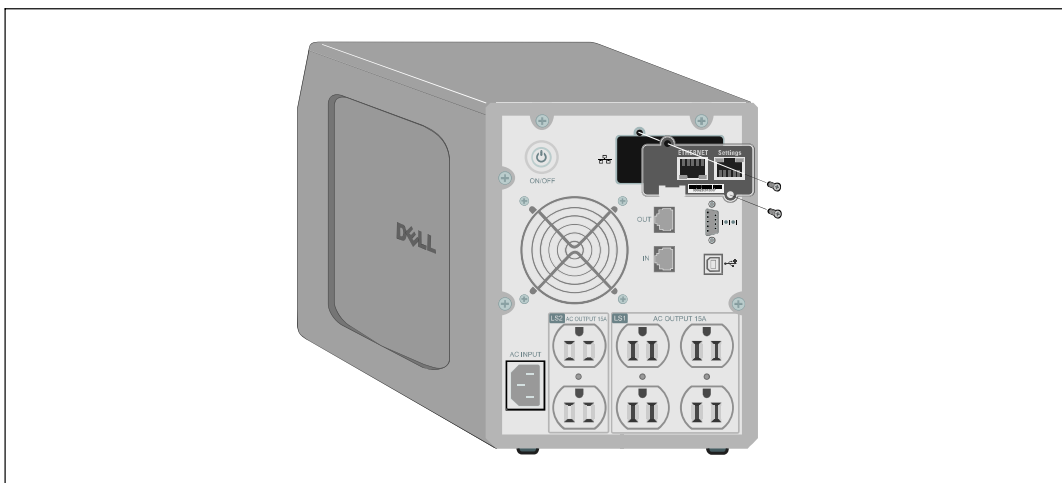

图 4. 安装网络管理卡
- 4 将卡 滑入开放槽中，然后使用步骤 1 中取下的螺钉固定（参见图 4）。